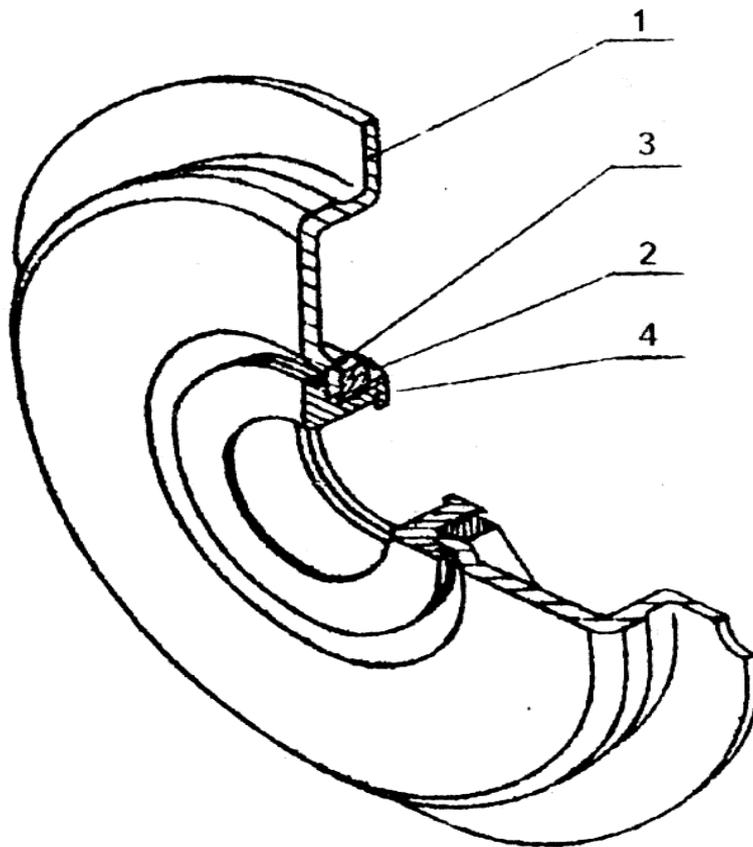

Рис. 3. Стенка НМУ 04.000
3.3 Устройство уплотнителя наконечника 4 и стенки 5 показано на рис. 3 и 4 соответственно.